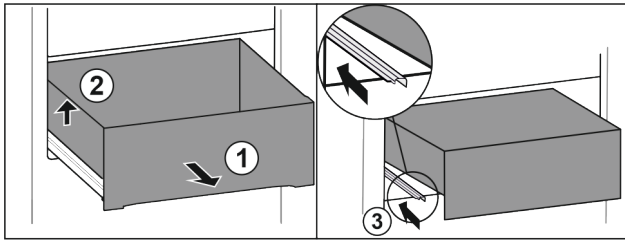

Fig. 113
- ▶ Витягніть висувний ящик до упору. Fig. 113 (1)
- ▶ Підняти висувний ящик ліворуч. Fig. 113 (2)
- ▶ Вставити ліву рейку. Fig. 113 (3)